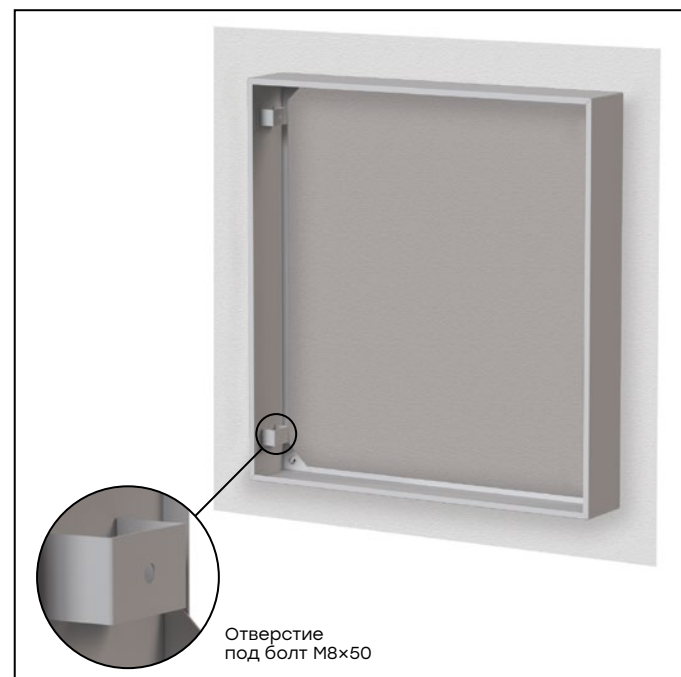

Рис. 8
3.1. С помощью строительных инструментов и приспособлений надежно закрепите кожух щита этажного на стене (рис. 8).